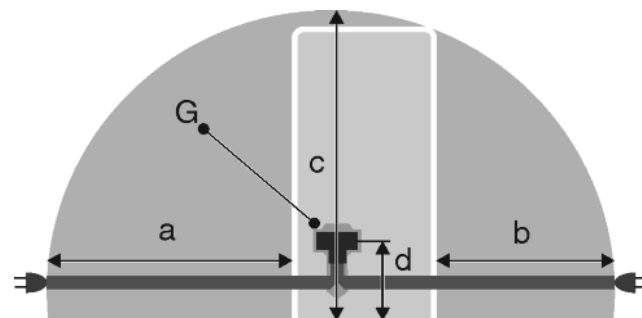

Fig. 20
- Priza se află în afara zonei părții posterioare a aparatului în zona dată Fig. 20 (a, b, c).
- ▶ Cuplați fișa aparatului Fig. 20 (G) pe partea posterioară a aparatului. Acordați atenție fixării corecte în poziție.